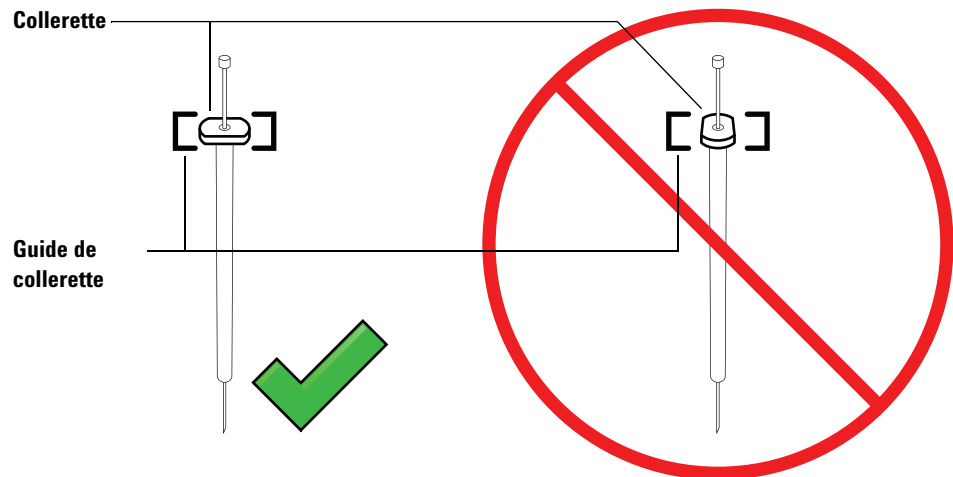

Figure 46 Orientation de la collerette de la seringue
- 7 Alignez la collerette de la seringue avec le guide de collerette, puis appuyez sur la seringue pour la mettre en place, tout en maintenant l'extrémité de l'aiguille dans l'orifice de guidage du pied de support de l'aiguille. Assurez-vous que le côté plat de la collerette de la seringue soit visible (Figure 46).